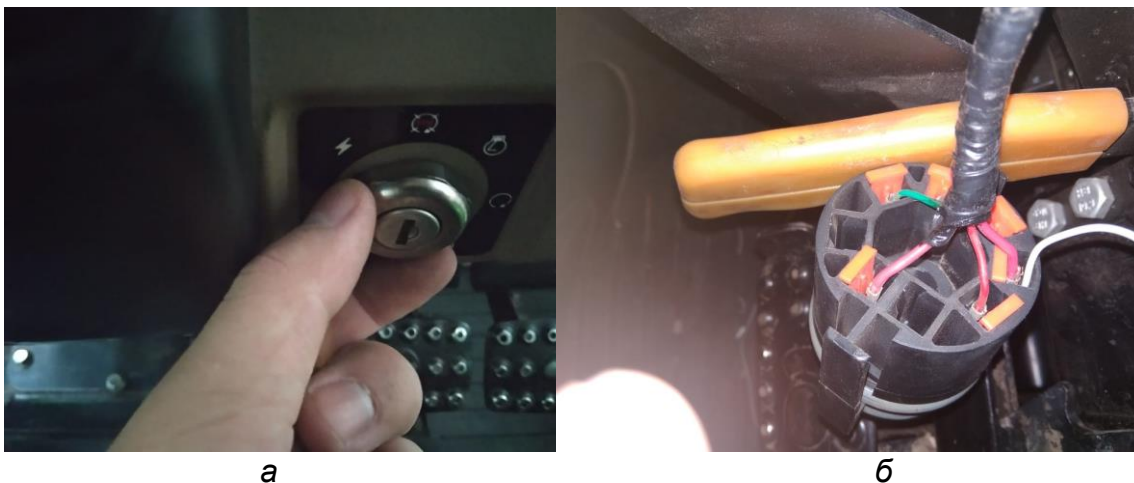

Рисунок 4.10 – Отсоединение замка зажигания (а) и подключение кабеля (б)
6. Открутите замок зажигания (рисунок 4.10, а) и подключите бело-синий кабель (рисунок 4.10, б).